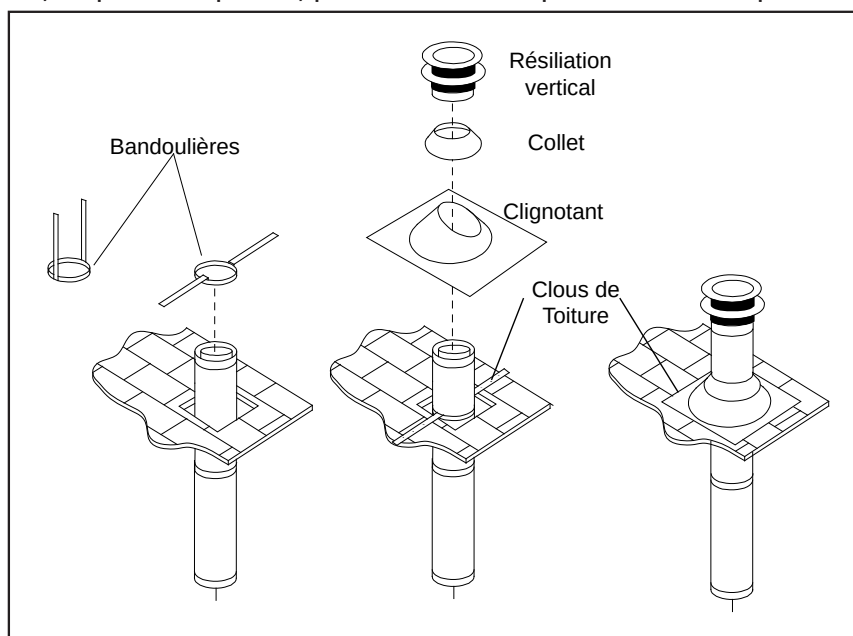

Figure 42. Vertical Terminaison de ventilation
- Etape 6.** Une fois les sections de tuyaux ont été rejoints, et courir à travers le trou dans le toit, glisser une sangle de coude sur les sections exposées, plier les sangles de soutien extérieur, et pousser la sangle de coude jusqu'au niveau du toit, comme le montre la Figure 42. serrer la pince autour de la section de tuyau. Utilisez un niveau pour s'assurer que le tuyau est vraiment verticale. Avec des clous, attacher les sangles de soutien à la toiture. Sceller les trous des clous têtes avec du mastic non durcissant. Couper la longueur excédentaire des sangles de support qui se prolongent au-delà du bord du solin.